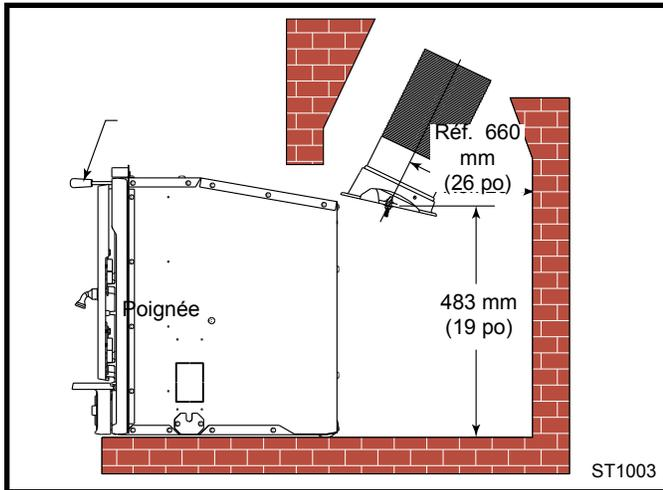

Fig. 7 Mesurez la hauteur depuis la surface de finition de l'âtre jusqu'à la poignée de positionnement du collier de sortie.
- Installez le tuyau connecteur ou le passage afin d'obtenir une hauteur mesurée depuis la surface de finition de l'âtre jusqu'à la poignée de positionnement du collier de sortie de 19" (483 mm). (Fig. 7). Ceci permettra une installation simplifiée une fois le foyer en place.